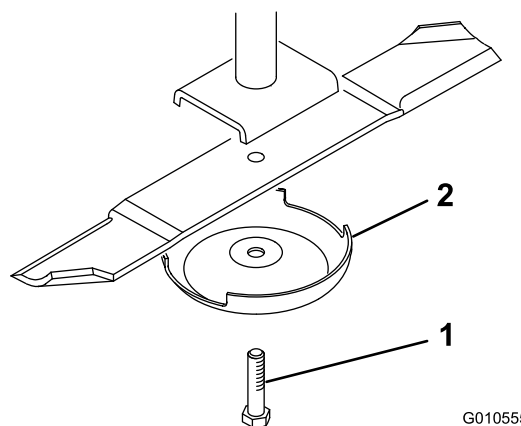

Figura 30
- Afferrate l'estremità della lama con un cencio o un guanto bene imbottito. Togliete il bullone, la coppa antistrappo e la lama dall'asse del fusello (Figura 30).